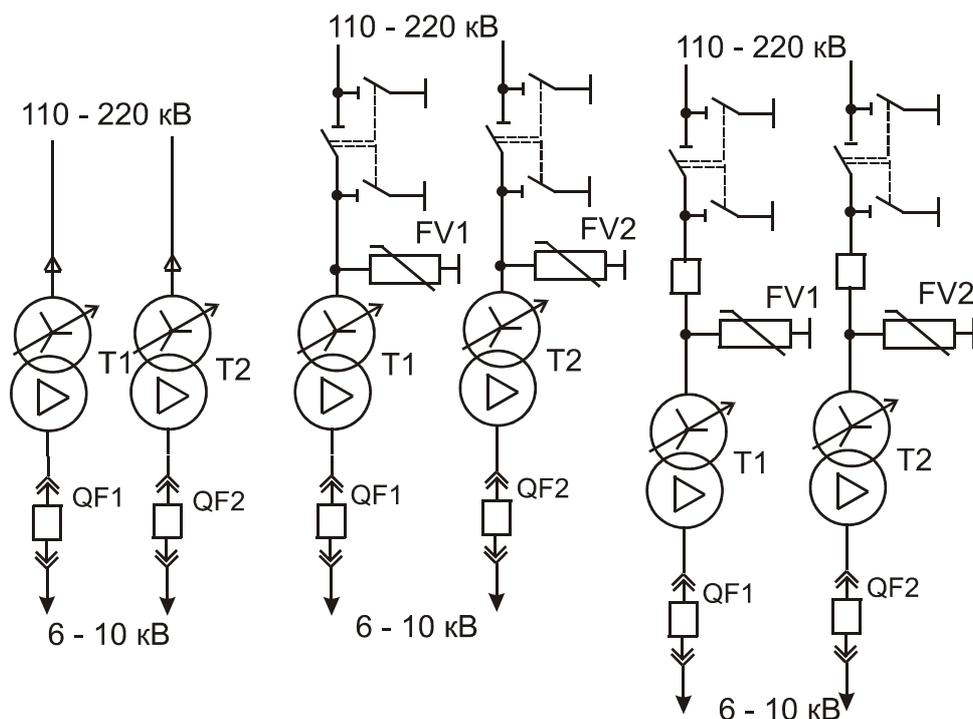

Рисунок 9.1. — Схемы блочных подстанций
10. Какой из приведенных трансформаторов на рис.9.1 является дуговым?